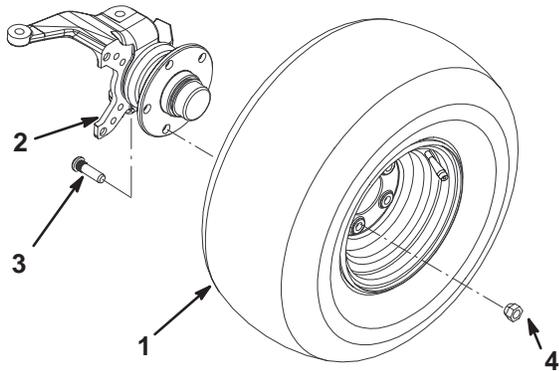

Bild 3
3. Montieren Sie die Räder mit den vorher entfernten Befestigungsteilen (Bild 3) und ziehen sie mit 61 bis 88 Nm fest.